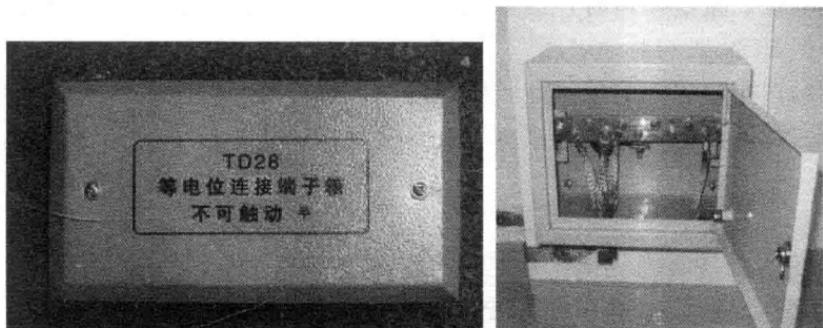

图 1-5 等电位连接及箱体
① 总等电位连接。总等电位连接是建筑物内电气装置的一项基本安全措施。其作用是降低接触电压，保障人员的安全。
② 辅助等电位连接。总等电位连接虽然能大大降低接触电压，如果建筑物离电源较远，建筑物内线路过长，则过电流保护动作时间和接触电压都可能超过规定的限值。在这种情况下应在局部范围内作辅助等电位连接（也称局部等电位连接），使接触电压降低至安全电压限值 50V 以下。等电位连接及箱体如图 1-5 所示。